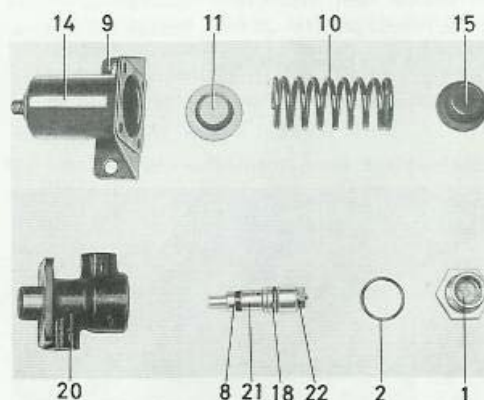

Bild 65. Bromsventil isärtagen
2. Skruva ur proppen (1) och tryck ut kolven komplett, jämför bild 65.